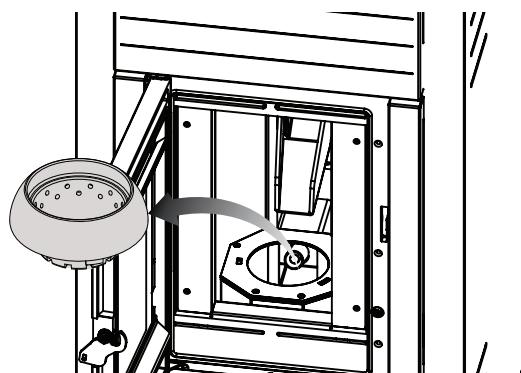

Fig. 8.2.2
Éliminer les dépôts de cendre présents à l'intérieur du foyer (fig. 8.2.2).
Retirar la ceniza que va depositándose en el hogar y el compartimento de la ceniza (Fig. 8.2.2).
- 1) enlever le brasero (Fig. 8.2.2);
- 1) sacar el brasero (Fig. 8.2.2);